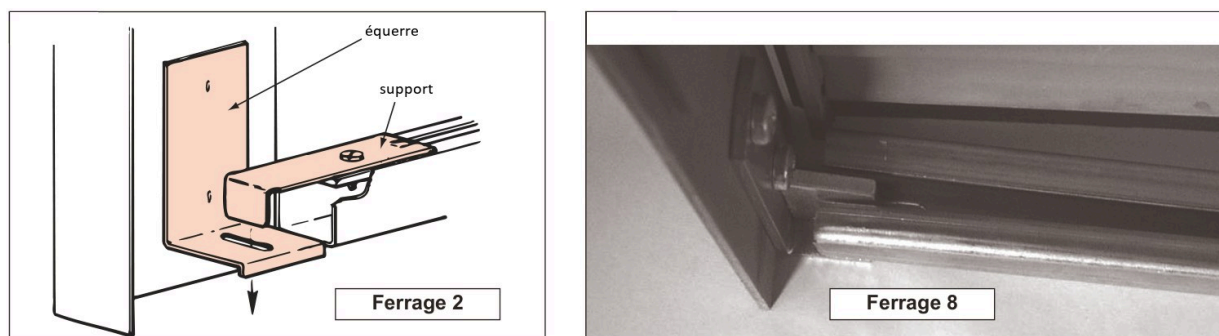

Figure 10 – La barre de battue basse mobile avec un ferrage 2 (équerre et support) ; à droite, le bas d'un ferrage 8
7. Si votre persienne a une barre de battue basse : mettez en place la barre fixe, comme la barre de battue haute de l'étape 3, ou la barre mobile ; réglez puis serrez ses supports (figure 10).